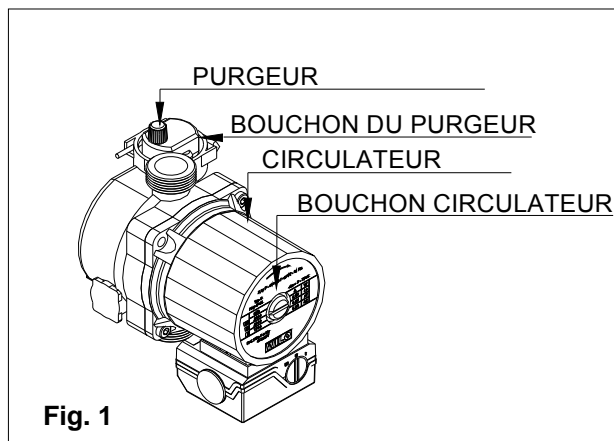

Fig. 1
- Contrôler que le bouchon du purgeur est légèrement desserré pour permettre à l'air de sortir (fig. 1) ;